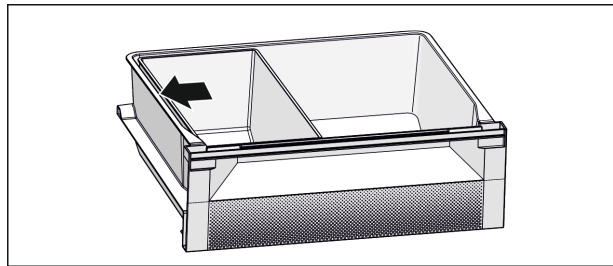

Fig. 6
- ▶ Positionner le bac Fish & Seafood. La position illustrée Fig. 6 () vous montre une fonction de réfrigération optimale.